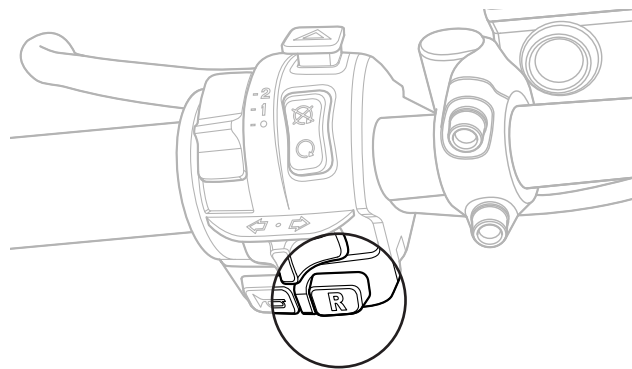

図 30:バックしている間、バックスイッチを押し続ける
2. 左ハンドルバーのコントロールにあるバックスイッチ (R) を左の親指で押したままにします (図 30)。